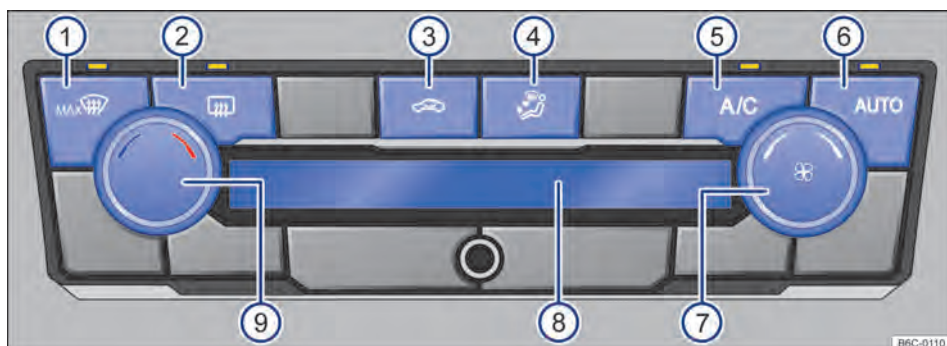

Fig. 88 Comandos do Climatronic.
- *Climatronic*: girar o regulador do ventilador para a esquerda até o batente → Fig. 88 (7)
Com o botão  → Fig. 88 (6) é possível ligar o modo automático do Climatronic.
mático se desliga quando a ventilação é alterada manualmente ou com a alteração da distribuição de ar através do botão → Fig. 88 (4) pressionar.
- *Climatronic*: girar o regulador rotativo esquerdo → Fig. 88 (9).
No display do Climatronic → Fig. 88 (8) é indicada a temperatura ajustada.
- *Climatronic*: girar o regulador do ventilador → Fig. 88 (7).
- *Climatronic*: pressionar o botão → Fig. 88 (4) para posição desejada, a distribuição selecionada será indicada no display (8).
- *Climatronic*: pressionar o botão  → Fig. 88 (1).